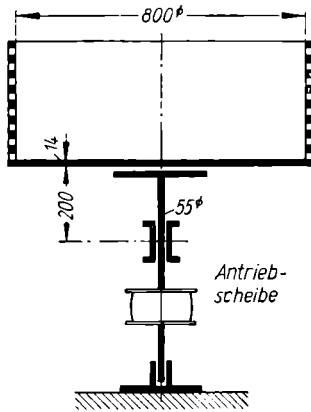

Bild 70
95. Bei einer Zentrifuge für Zuckerbereitung führt eine kreisförmige Stahlblechscheibe von 800 mm Durchmesser, 14 mm Dicke und der Dichte 7,85 kg/dm³ 1500 U/min um eine senkrechte Achse aus (Bild 70). Gesucht wird a) das Gewicht der Scheibe; b) die Fliehkraft einer Scheibenhälfte; c) die durch die Fliehkkräfte in der Scheibe erzeugte Zugspannung; d) die Biegespannung, welche in dem 55 mm dicken oberen Lagerzapfen der Welle auftritt, wenn die Scheibe um 1 mm exzentrisch zur Drehachse liegt.